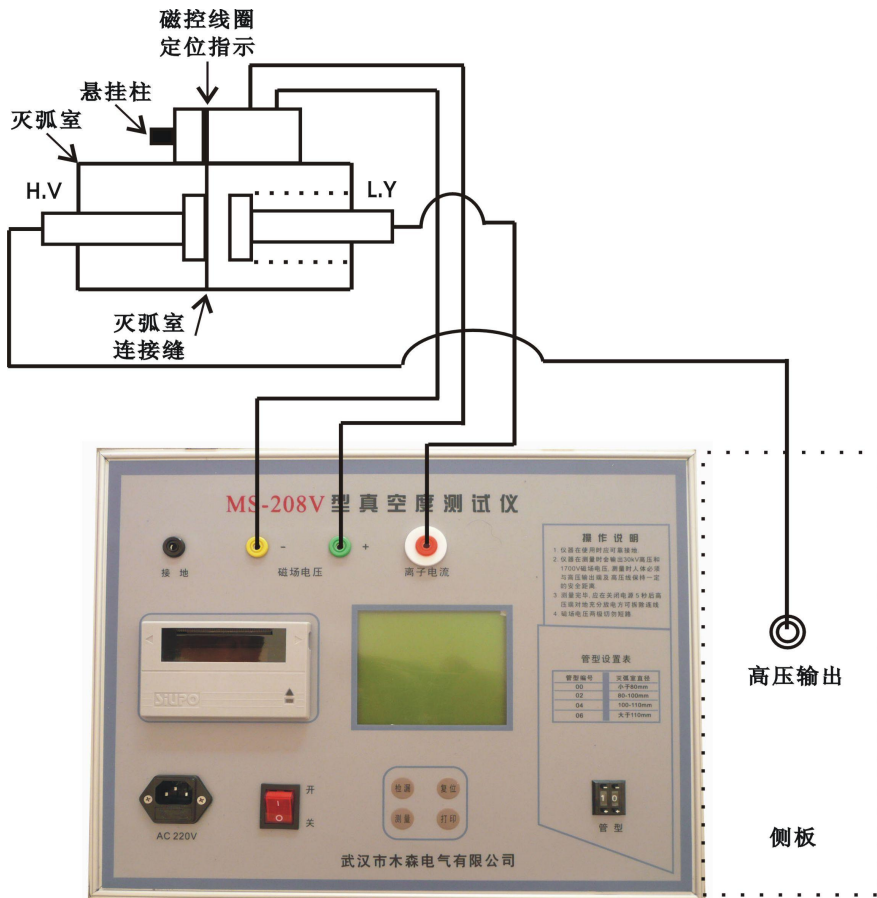

图 2 接线方法
1、将真空弧室开距，并清洁其表面，然后按图 2 所示悬挂好励磁线圈，并连接好连线，并通过拔码开关输入灭弧室管型。